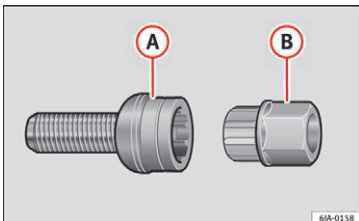

Fig. 62 Sikkerhedsbolt med adapter
- Stik adapterens **(B)** » **Fig. 62** side med tænder helt ind i sikkerhedsboltens **(A)** indvendige tænder, så det kun er den udvendige sekskant, der rager ud.